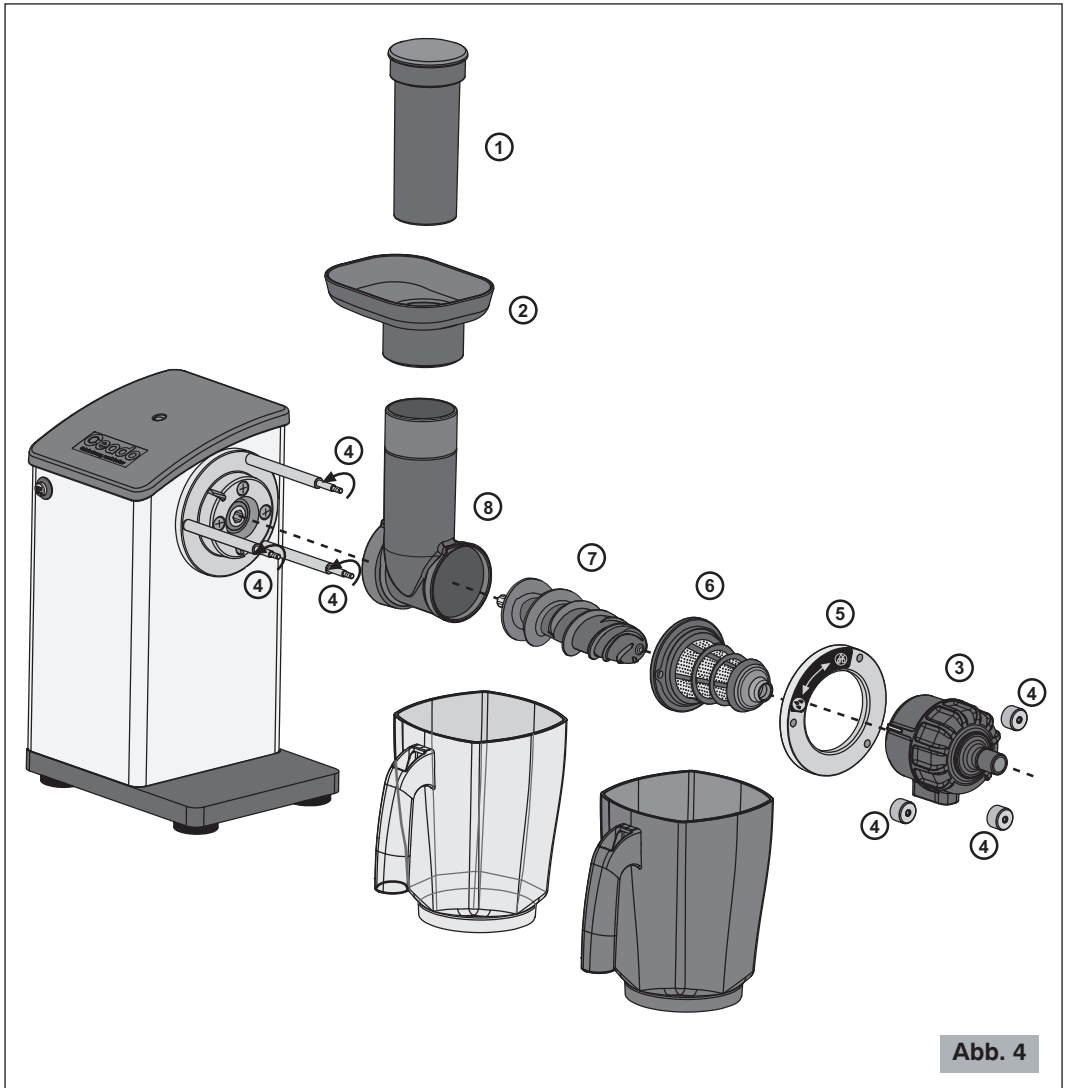

Abb. 4
- 1** Die Behälter entfernen und die Bestandteile in der Reihenfolge der Abbildung (Abb. 4) auseinandernehmen.
- 3** In umgekehrter Reihenfolge wieder zusammenbauen (Abb. 4).